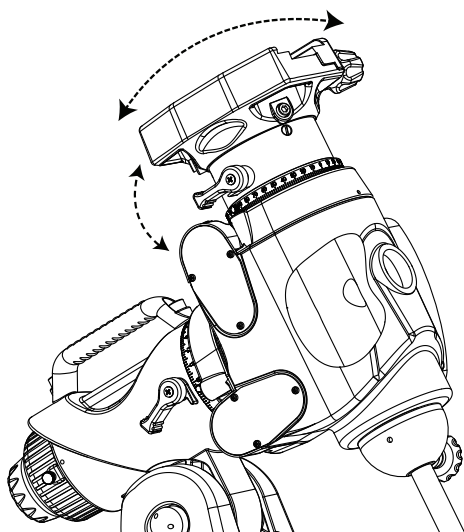

Рис. 3.1a
3. Снимите крышку искателя полюса, ослабьте фиксатор оси склонения, поверните ось склонения до полного открытия отверстия в ней и закрепите фиксатор оси склонения (рис. 3.1a и 3.1b).